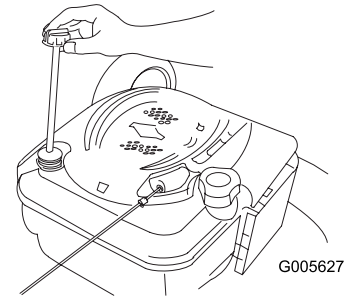

Bild 33
3. Füllen Sie das Öl **langsam** in den Einfüllstutzen ein, um den Ölstand auf die Marke Voll am Peilstab (Bild 33). **Überfüllen Sie nicht.** (Max. Füllstand: 0,59 l, Typ: Waschaktives SAE 30W-Öl mit der Klassifizierung SF, SG, SH, SJ, SL oder höher durch das American Petroleum Institute (API).)